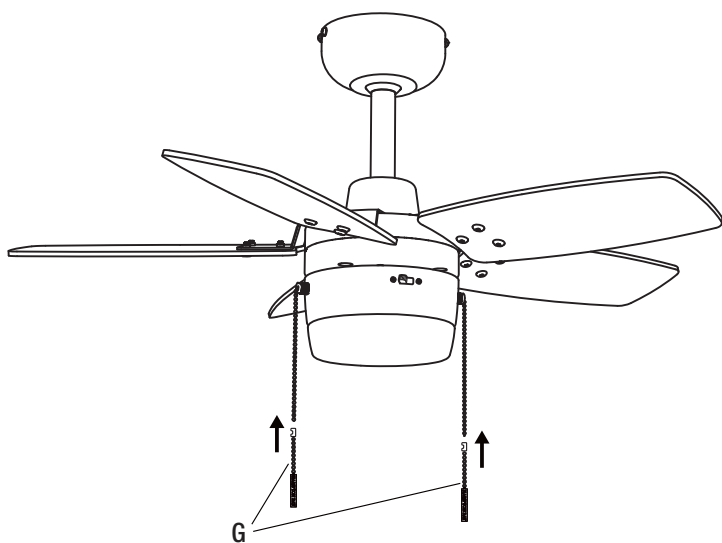

Figura 14
- Conecta las extensiones de cadena de interruptor (G) suministradas a las cadenas de los interruptores del ventilador y la luz. (Figura 14)